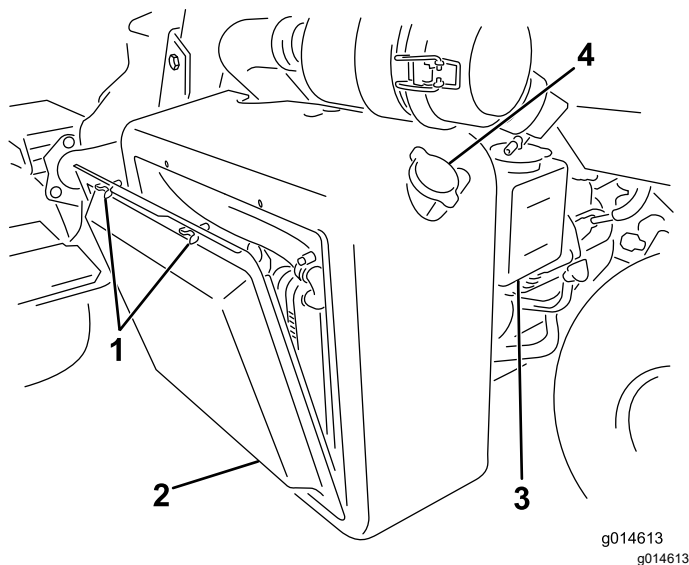

図 45
1. ラジエーターのスクリーンを外す 図 45。
2. 冷却液の量を点検する 図 45 と 図 46。